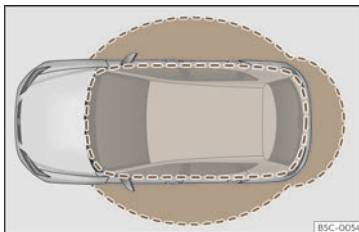

Abb. 75 Keyless-Access: Näherungsbereiche.
- Das Fahrzeug wird entriegelt, wenn der Fahrzeugschlüssel in der Nähe erkannt wird >>> (Abb. 75). Alle Blinker des Fahrzeugs blinken zweimal.